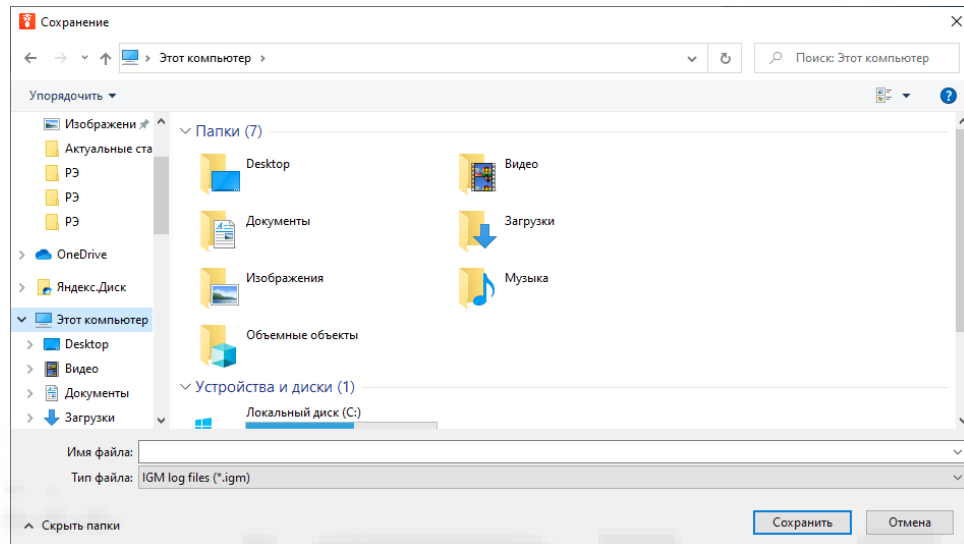

Рисунок 20 – Окно сохранения лога обмена на ПК
- 3) На экране появится окно сохранения (рисунок 20), в нем необходимо указать папку для сохранения и задать имя файла;